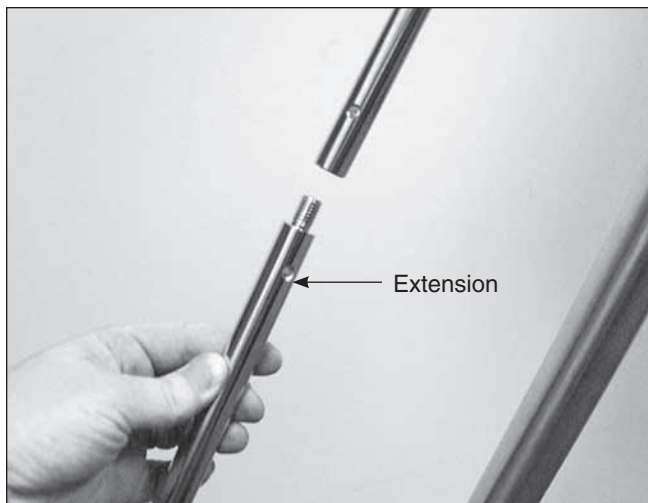

Figure 5. L'extension de la barre de contreponds se visse dans l'extrémité de la barre de contreponds.
4. La monture Atlas est livrée avec une extension de barre de contreponds de 7-1/4" (184 mm), qui peut être installée à ce stade si cela est nécessaire pour équilibrer des charges plus lourdes (**Figure 5**). Assurez-vous que l'extension est solidement fixée avant d'installer des contreponds.